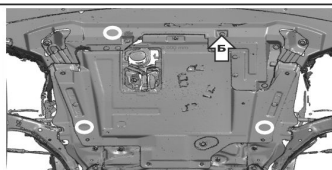

Рис.2
3. Приложить пыльник и отметить на нём расположение отверстий с закладными (А) (рис. 2). Просверлить отмеченные места.